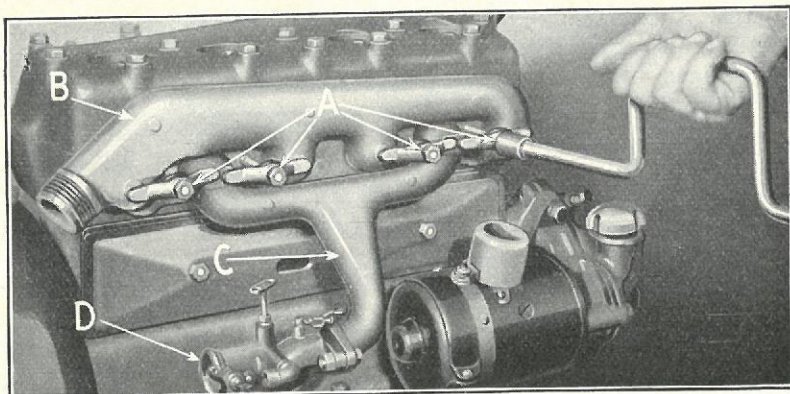

Fig. 129
- 200** Aftag de fire Bøjler, som holder Indsugnings- og Udstødsrørene (Fig. 129-A) og fjern Udstødsrøret »B« samt Indsugningsrøret »C« med Karburatoren »D«.